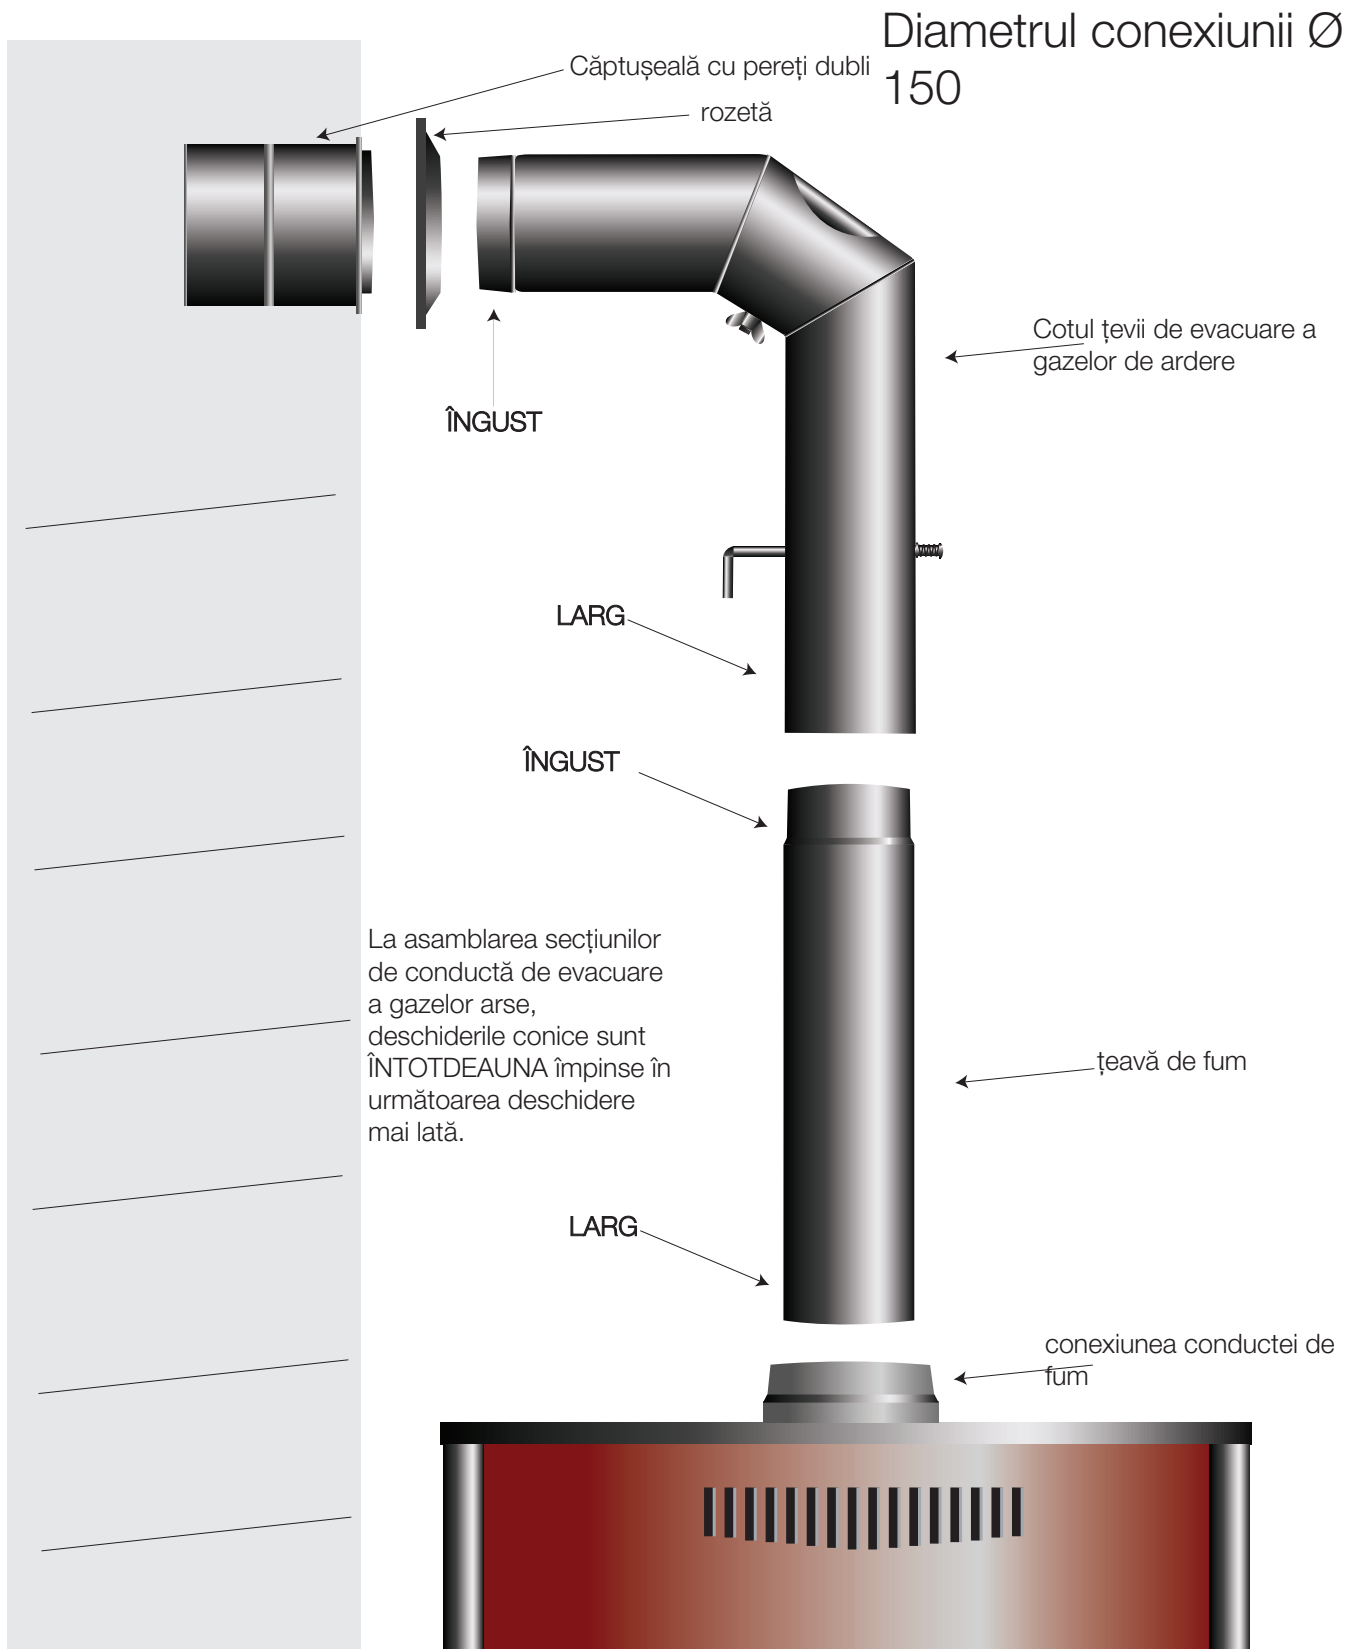

Figura 2 Conectarea sobei pe lemne la coșul de fum
3. Figura 2 Conectarea sobei pe lemne la coșul de fum	Pagină 6